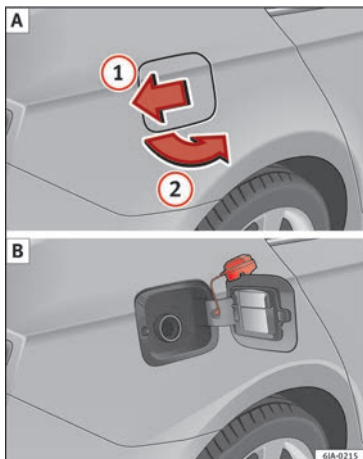

Fig. 48 Arrière du véhicule, côté droit : trappe à carburant/trappe à carburant avec bouchon dévissé.
- Appuyez sur la trappe du réservoir dans le sens de la flèche ① » fig. 48 A et ouvrez la trappe dans le sens de la flèche ②.
- Accrochez le bouchon sur le bord supérieur de la trappe du réservoir » fig. 48 B.